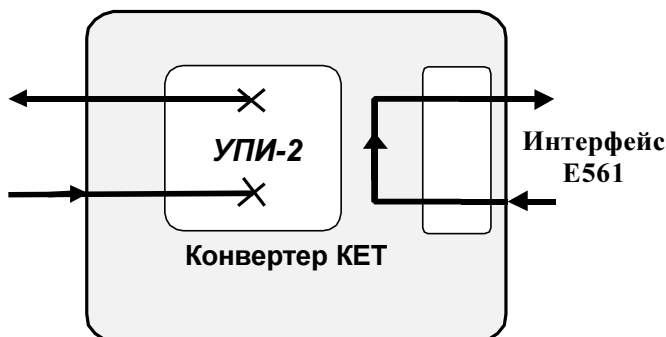

Рис. 9 *Местный шлейф (LL)*
5.2.1 Местный шлейф (LL)
Проверка *Местный шлейф (LL)* обеспечивает заворот данных через интерфейс E561. Суть проверки показана на Рис. 9. Данные, поступающие в конвертер от устройства с интерфейсом E561, проходят через преобразователь конвертера и возвращаются назад через интерфейс E561. Проверка *Местный шлейф (LL)* не зависит от работы конвертера как АКД (DCE) или как ООД (DTE) устройства. Подключение конвертеров к УПИ-2 не обязательно.